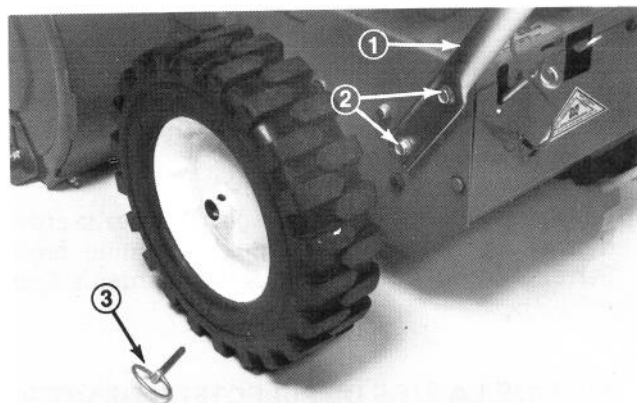

Figure 1
3. Mettez le mancheron gauche en position sur le côté de la machine, alignez les trous de montage du mancheron avec les trous dans la plaque latérale et fixez à l'aide de deux vis à collerette que vous serrerez avec les doigts (Fig. 1).
**Remarque:** la goupille de retenue de la roue peut être retirée et la roue déplacée vers le bout de l'essieu pour obtenir un plus grand dégagement (Fig. 1).